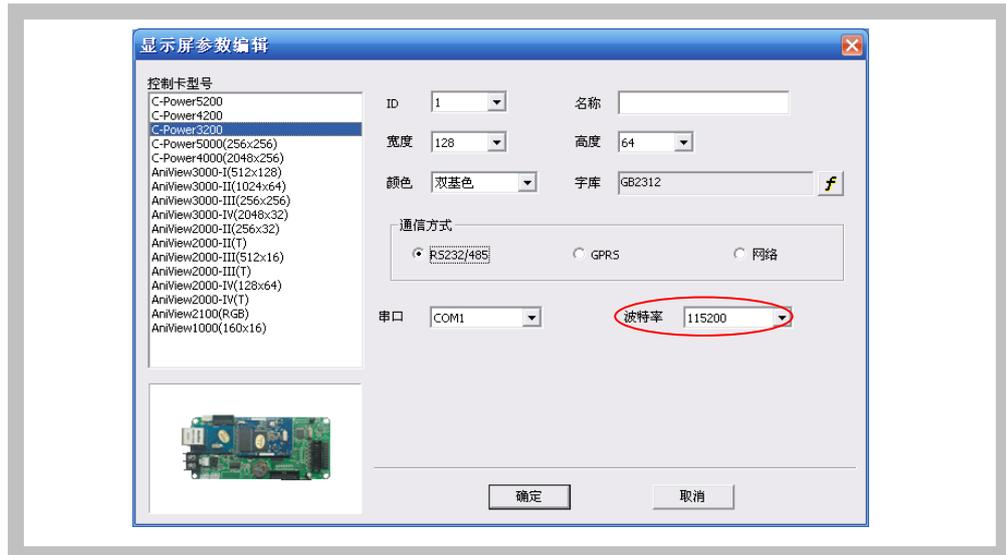
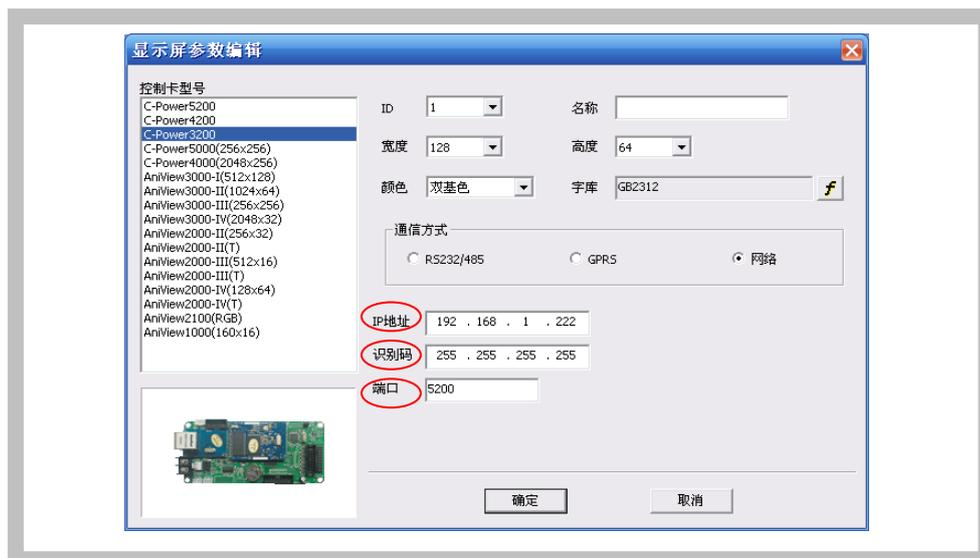

图13 串口方式下“显示屏参数编辑”对话框，
图14局域网方式下“显示屏参数编辑”对话框
- 3) 在弹出的权限确认对话框中输入密码(初始密码为“16888”), 弹出“显示屏参数编辑”对话框, 如图13、图14所示。
4) 在图13、图14所示的“显示屏参数编辑”对话框中，根据显示屏控制器的实际硬件的设置情况进行定义